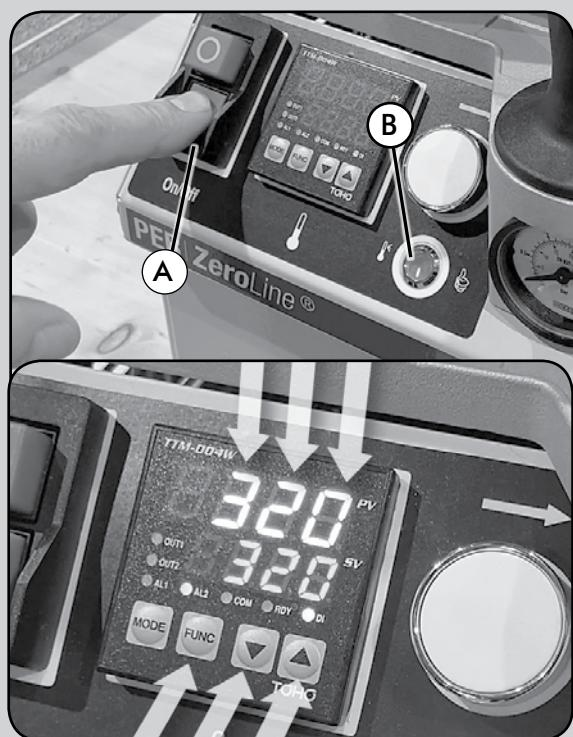

Abb. 13
Stellen Sie die Maschine auf eine ebene Fläche, damit sie stabil steht. Nachdem die Maschine an die Strom- und Druckluftversorgung angeschlossen wurde, drücken Sie auf die grüne Taste des Hauptstromschalters A (Abb. 13).
Wählen Sie die erforderliche Arbeitstemperatur aus, indem Sie auf FUNC + ▼▲ (Abb. 13) drücken, um den Wert der Arbeitstemperatur in jeder Ziffernposition zu bestimmen. Innerhalb von etwa 4 Minuten erreicht die Maschine die Arbeitstemperatur, und die grüne Kontrollleuchte leuchtet auf (B), um anzudeuten, dass Sie mit dem Kantanleimen beginnen können.